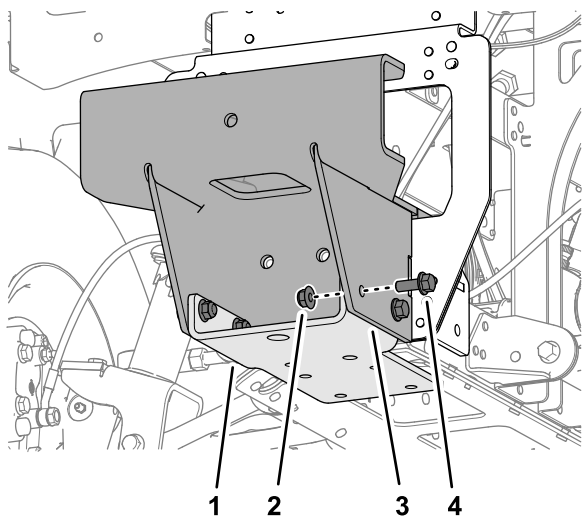

Рисунок 49
2. Установите, не затягивая, нижний кронштейн на крепление подборщика мячей (Рисунок 49) с помощью 4 фланцевых болтов (3/8 x 1 дюйм) и 4 фланцевых контргаек (3/8 дюйма).
5. Отверните 4 фланцевых болта (3/8 x 1 дюйм), 4 фланцевые контргайки (3/8 дюйма) и снимите нижний кронштейн с крепления подборщика мячей (Рисунок 49).